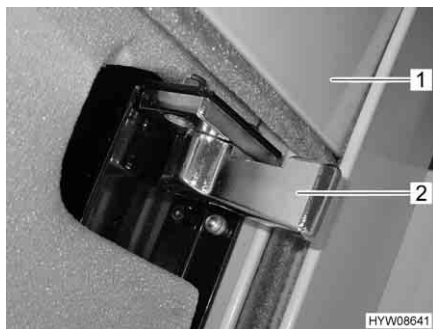
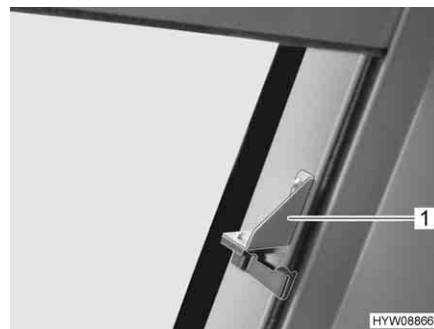

Fig. 62 Chiusura di sicurezza (oscurante a rullo)
Fig. 63 Chiusura di sicurezza aggiuntiva (oscurante a rullo)
- Sui entrambi i lati, ruotare spingendo in avanti le chiusure di sicurezza (Fig. 62,2 o Fig. 63,1).
- Premere e tenere premuto il pulsante basculante (Fig. 64,1 o Fig. 65,1), finché l'oscurante a rullo (Fig. 62,1) ha raggiunto la posizione desiderata.
- Premere e tenere premuto il pulsante basculante (Fig. 64,1 o Fig. 65,1) finché l'oscurante a rullo (Fig. 62,1) ha raggiunto la posizione più alta.
- Su entrambi i lati, ruotare spingendo all'indietro la chiusura di sicurezza (Fig. 62,2 o Fig. 63,1).